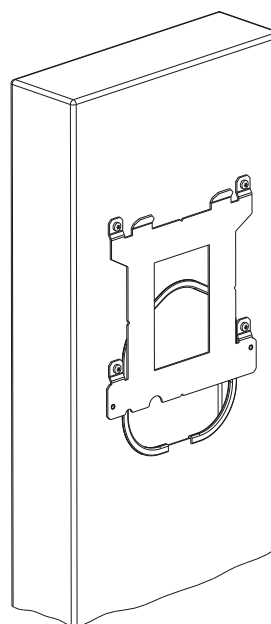

Bild 4
5. Schrauben Sie die Montageplatte der Wallbox mit den beiliegenden Schrauben M5x8 auf die Stele (Bild 4). Bei twin-Stelen muß die zweite Adapterplatte auf der gegenüberliegenden Seite montiert werden. Die Montageplatten gehören zum Lieferumfang der Wallboxen.